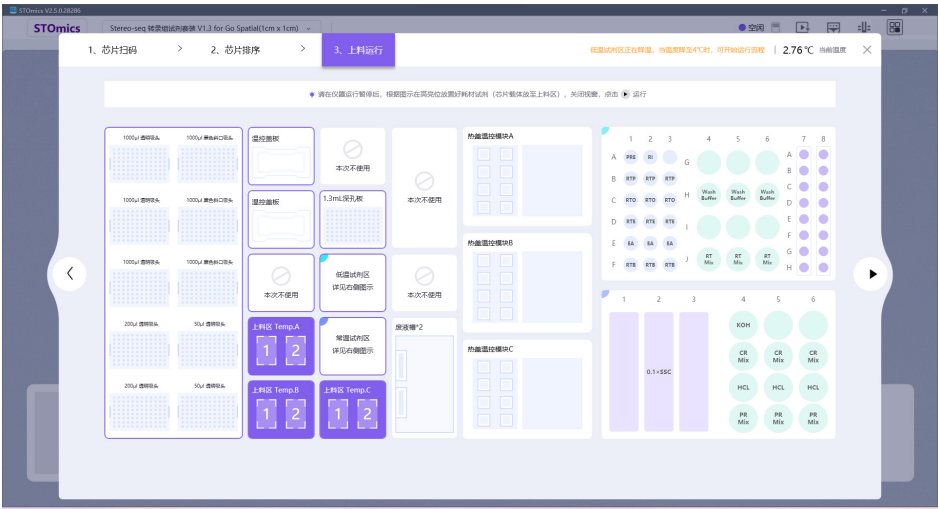

图 3-26 上料运行界面
- a. 点击下一步按钮后，进入如下图 3-26 的“上料运行”界面。请确保所有试剂耗材已如软件界面提示的位置放置；